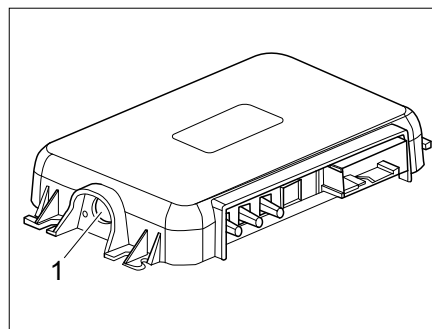

Bild 288 Kopplingsknapp på SCU
- Tryck på SCU:s kopplingsknapp (Bild 288,1). Fordon och mobiltelefon är nu ihopkopplade.